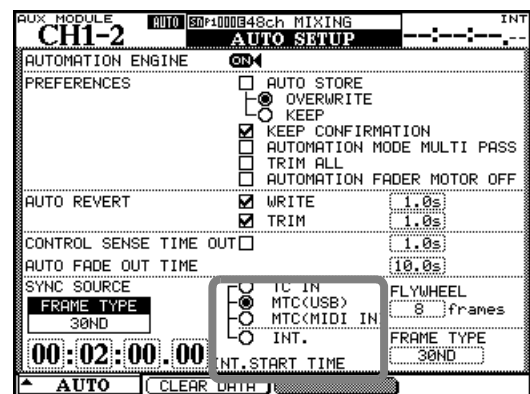

Abb. 1.1:
- Abb. 1.1: Wahl der Timecodequelle (hier USB MTC)5